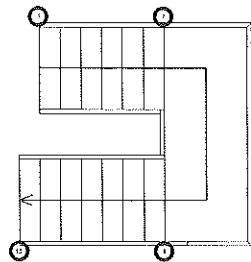
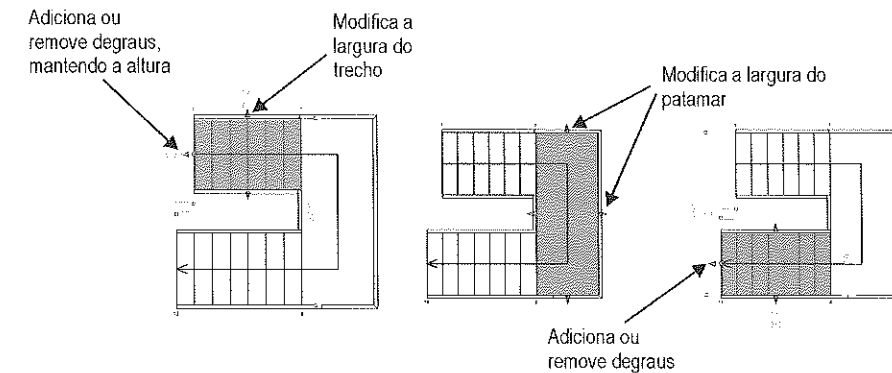

Figura 11.79 – Numeração dos degraus.
Figura 11.81 – Modificação dos componentes com grips.
1. Use os grips que são exibidos ao selecionar a escada para edição. Primeiramente, selecione a escada. Na aba **Modificar | Escadas**, escolha **Editar escadas**. Assim, a escada entra no modo de edição e apresenta a numeração de degraus para cada trecho, conforme a Figura 11.79. Cada trecho tem uma função e pode ser editado separadamente com os grips, Figura 11.81, sendo possível alterar o número de degraus e a largura de cada trecho.